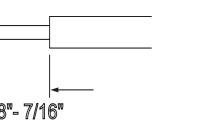

Figure 4
5. Strip black and white wire leads to expose 3/8"-7/16" of bare metal. **See Fig. 4**
5. Pele las puntas de los cables blanco y negro para exponer de 3/8" a 7/16" (9.5 mm a 11 mm) del metal. **Ver Fig 4.**